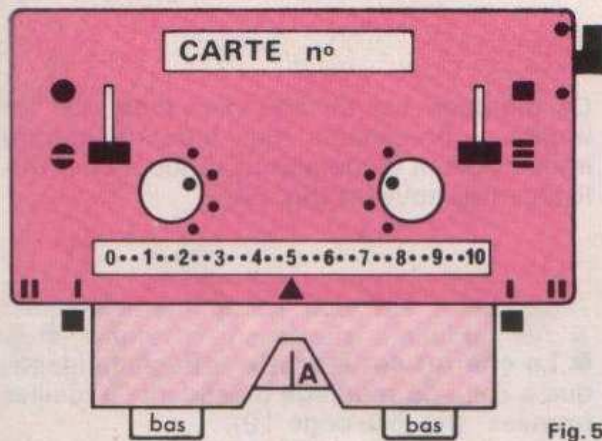

Fig. 50
● Régler le chariot comme suit : (fig. 50).
- **Le chariot est à droite** – Réglage identique à celui du montage précédent "à mailles fermées" (fig. 50, page 19),